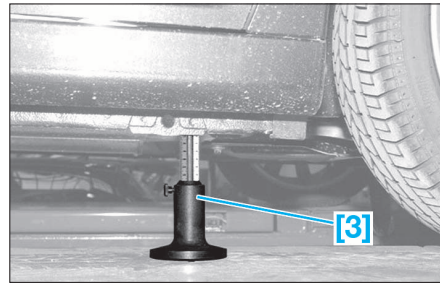

FIG. 62
- Mettre en place le compresseur de suspension [1] en choisissant le crantage (A) le mieux adapté permettant de tirer sur les sangles le plus verticalement possible.
- Vérifier la hauteur AV (H1) à l'aide de l'outil [3] (Fig.62), puis la comparer au tableau de mesure (voir "Caractéristiques").